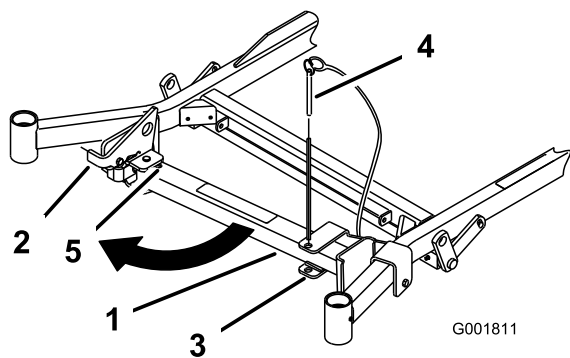

Figura 32
2. Togliete il perno dalla staffa (Figura 32).
- Riportate il supporto in posizione di riposo (Figura 32).